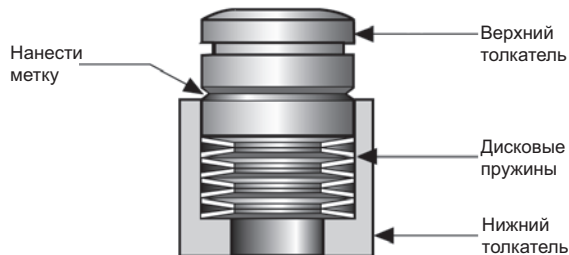

Рисунок 10 – Подпружиненная втулка
Подпружиненный толкатель (доступен для применений с номинальным классом давления ANSI 300 и ниже) состоит из верхнего и нижнего толкателя и восьми (8) тарельчатых пружин (см. рис. 10). Пружины установлены внутри нижнего толкателя и расположены попеременно. Сборка скрепляется лентой, которую необходимо снять перед монтажом.